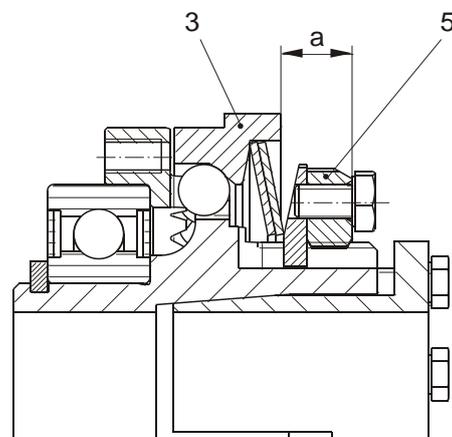

Fig. 11
La cote de contrôle « a » (voir tableau 3) peut varier quelque peu du fait des tolérances de montage ou de l'usure du limiteur. Après le démontage du limiteur (du fait d'un changement des rondelles Belleville ou de leur empilage), pré-régler et calibrer à nouveau le limiteur selon la cote « a » (voir tableau 3 et fig. 11 / 12).
L'application des rondelles Belleville dans leur plage de fonctionnement (fig. 9) peut être contrôlée à l'aide de la cote « a » (distance entre la face frontale de l'écrou de réglage (5) et de la pièce de commande (3), comme illustré à la fig. 11). A ce sujet, consulter le tableau 3.